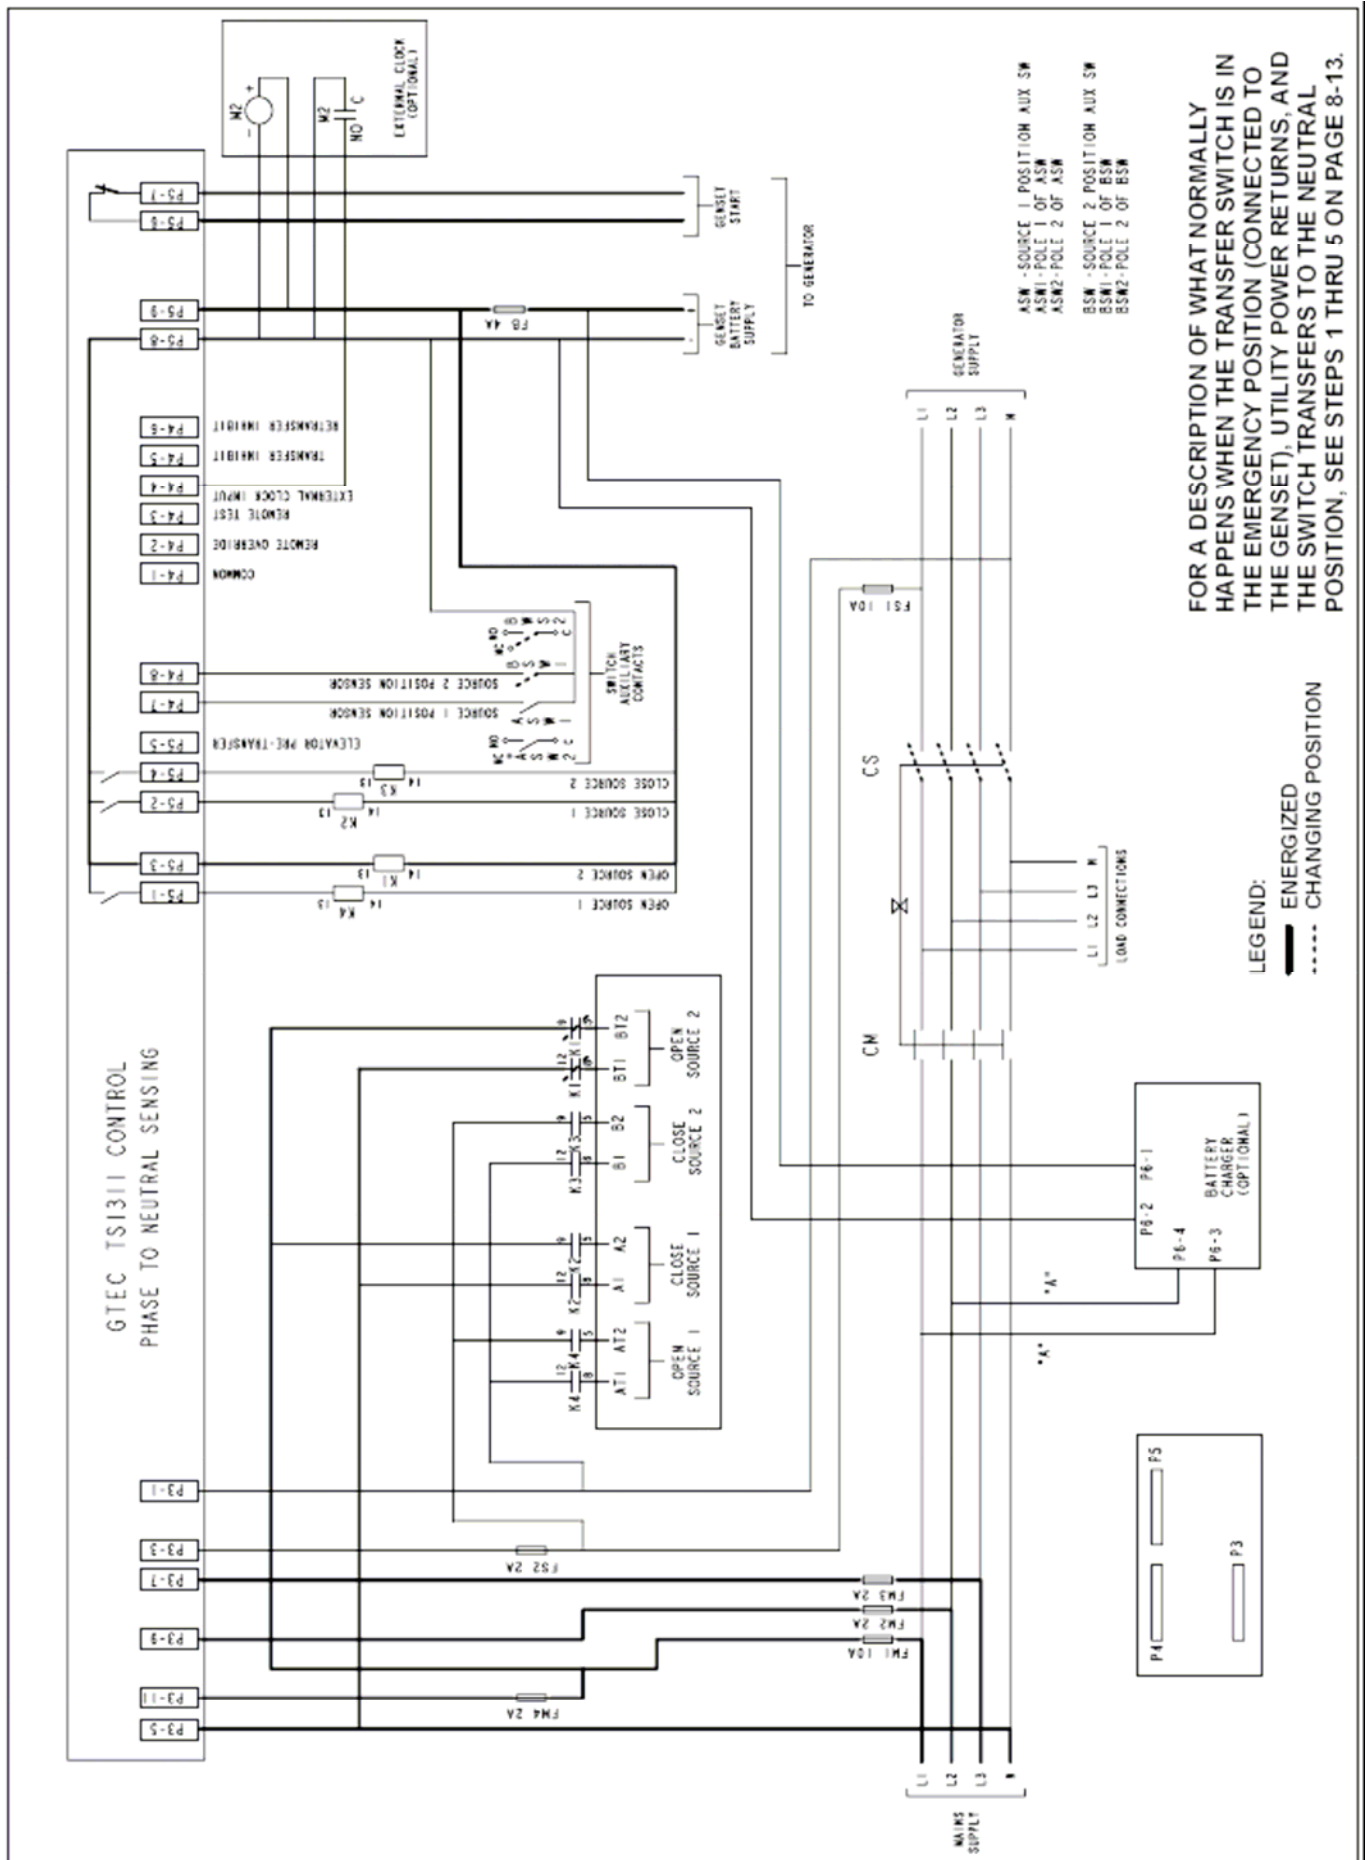
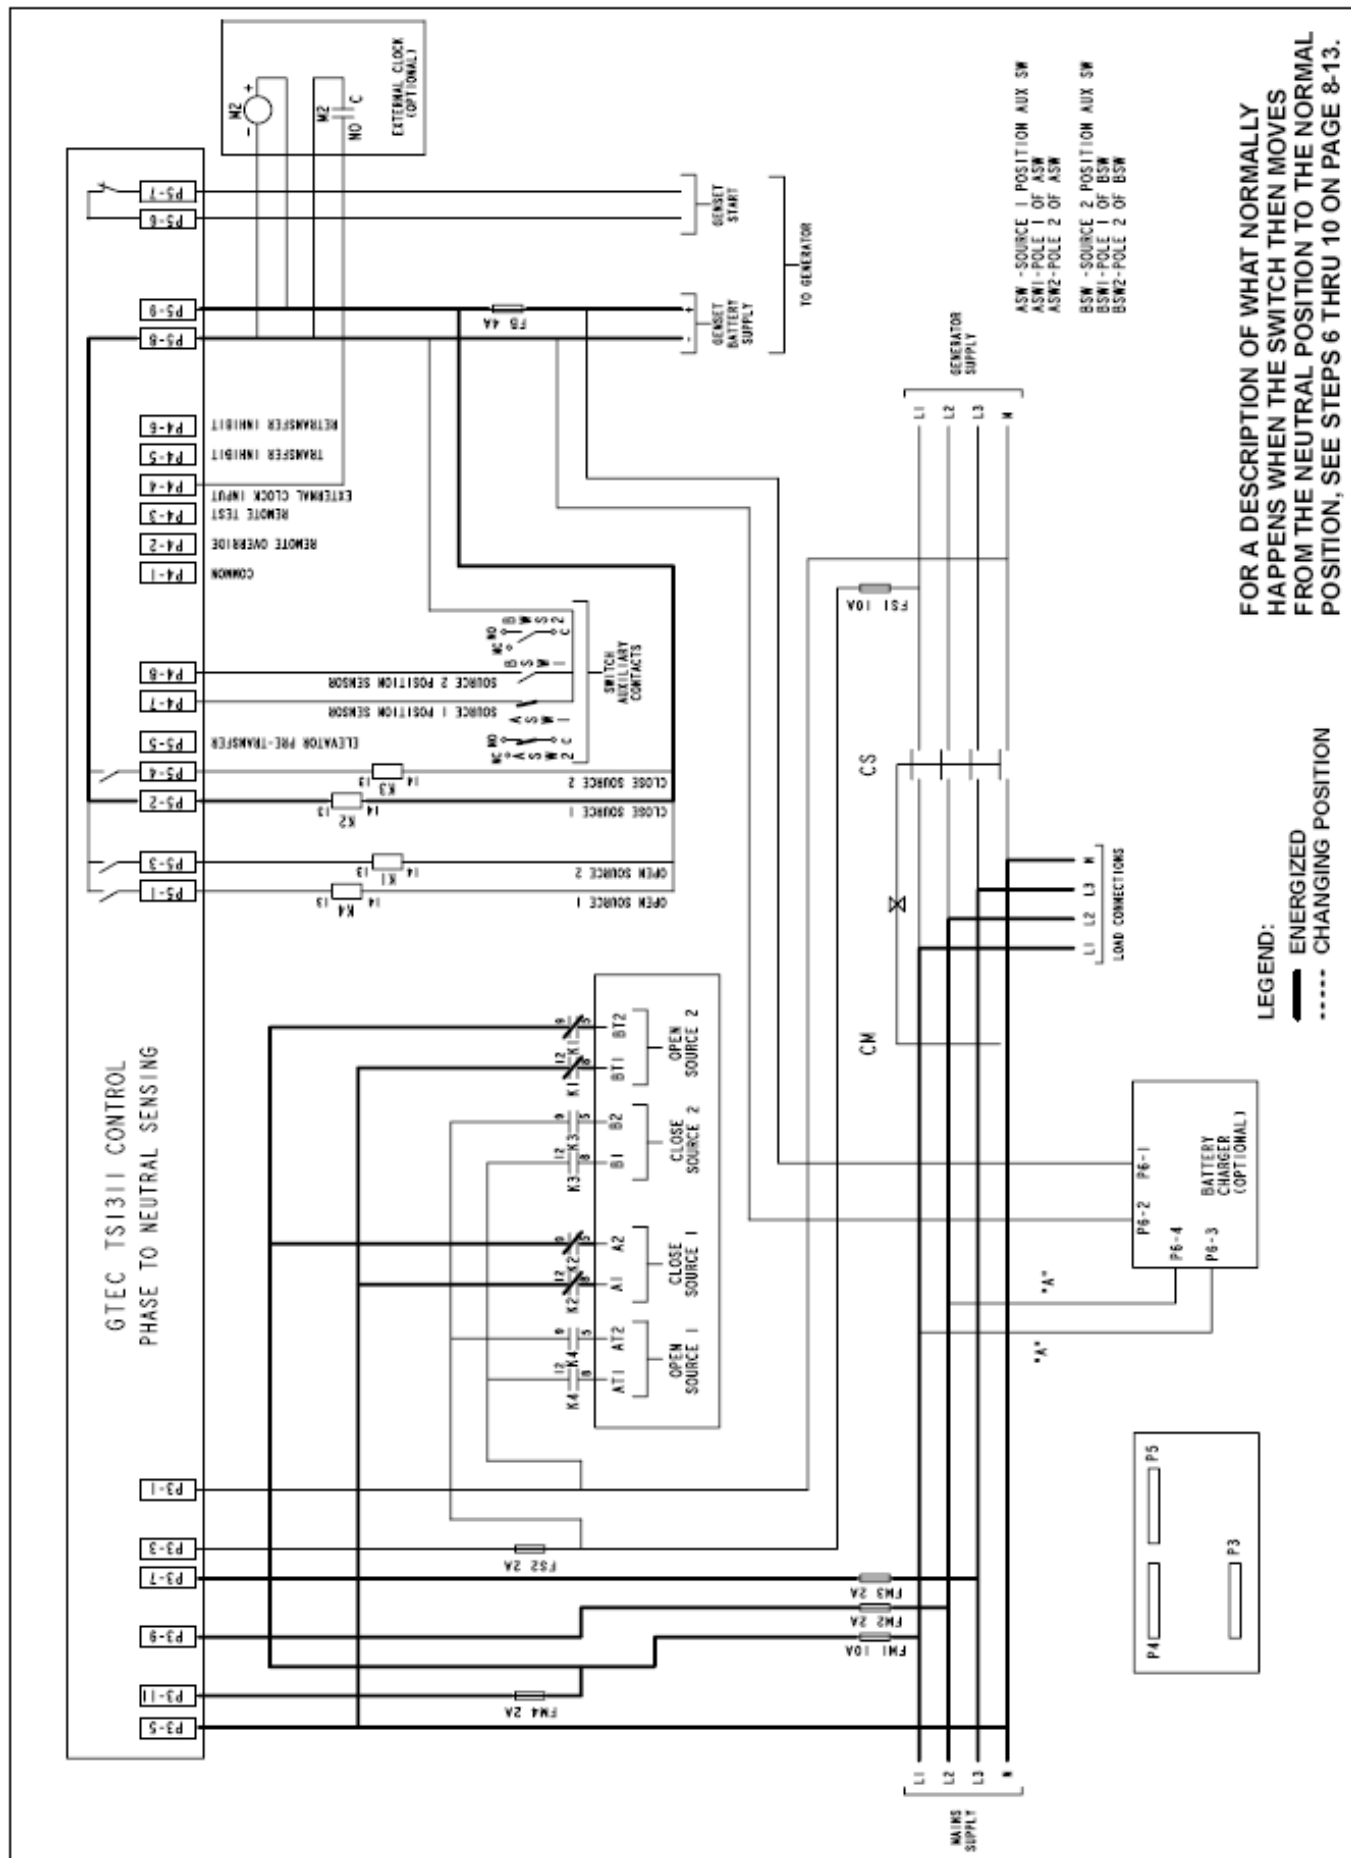

Рис. 8-4. TYPICAL CONDITIONAL SCHEMATIC – UTILITY POWER, TRANSFER FROM GENSET (SOURCE 2) TO NEUTRAL
Рис. 8-5. TYPICAL CONDITIONAL SCHEMATIC – UTILITY POWER AVAILABLE, TRANSFER FROM NEUTRAL TO UTILITY (SOURCE 1)
Шаги с 1 по 5 описывают, что обычно происходит, когда силовой переключатель находится в положении Аварийного режима (подключен к генераторной установке), питания от электростанции возобновляется, и силовой переключатель переключается в Нейтральное положение (см. Рисунок 8-4). Шаги с 6 по 10 описывают, что обычно происходит далее, когда переключатель переключается с Нейтрального положения в положение Нормального режима (см. Рисунок 8-5).
4. Возможно, дефектная проводка.	4. Проверьте проводку пусковой цепи (см. Рисунок 8-4).